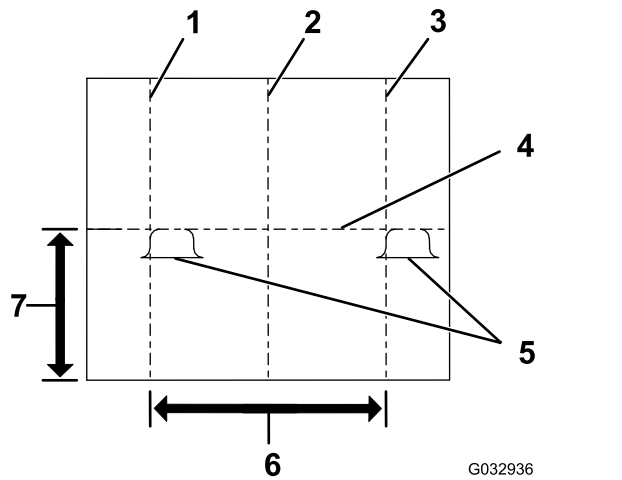

Figura 28
4. Marque la línea central vertical del vehículo en la pantalla (Figura 28).
5. Marque la línea central vertical de los faros en la pantalla (Figura 28).
6. Marque la línea central horizontal de los faros en la pantalla (Figura 28).
7. Ajuste los faros del quitanieves hasta que los puntos más luminosos de las luces bajas del quitanieves estén alineados como se muestra en la Figura 28.